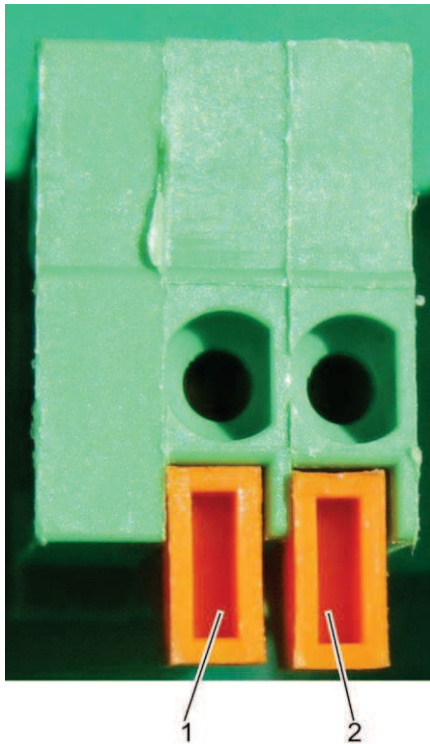

Abb. 23: Stecker für M-Bus-Anschluss
2. Datenleitung am Gerät (Abb. 23) anklennen.